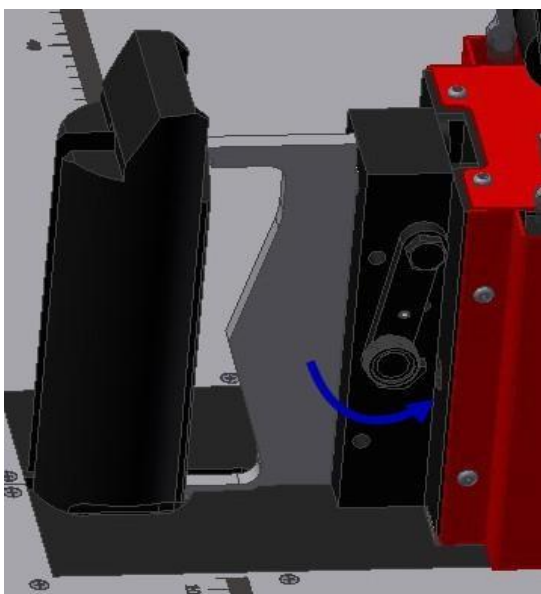
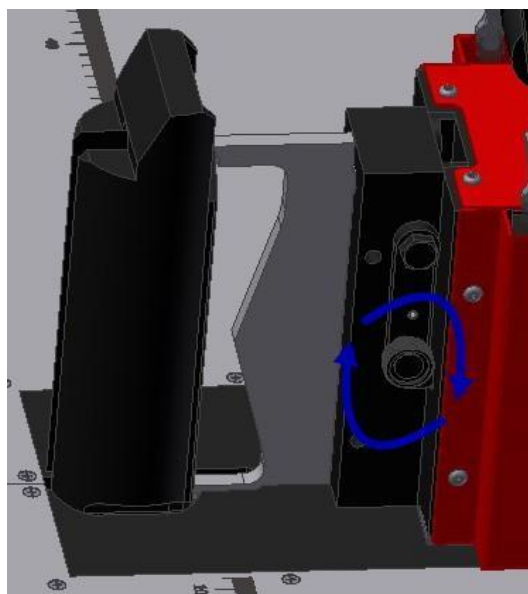

Рис. 39
Рис. 40
- Зафіксуйте замок (рис. 39) та закріпіть його (рис. 40).